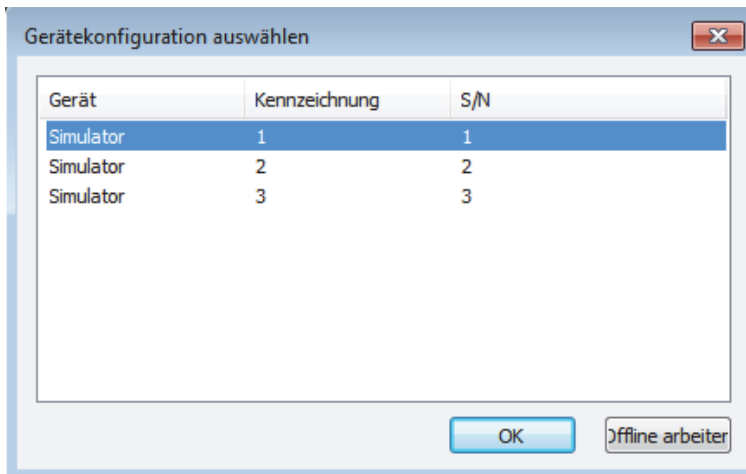

Abbildung 1-28 Dialogfeld Gerätekonfiguration auswählen (Beispiel)
6. Fahren Sie in der Edition **Inspection** hoch, wird das Dialogfeld **Gerätekonfiguration auswählen** eingeblendet (Abbildung 1-28 auf Seite 46).